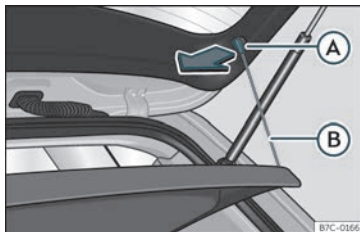

Fig. 105 No maleteiro: desmontar e montar a bandexa.
- Desenganche os tirantes de suxeición >>> fig. 105 (A) dos aloxamentos (B).
- Enganche os tirantes de suxeición >>> fig. 105 (B) no portón traseiro.